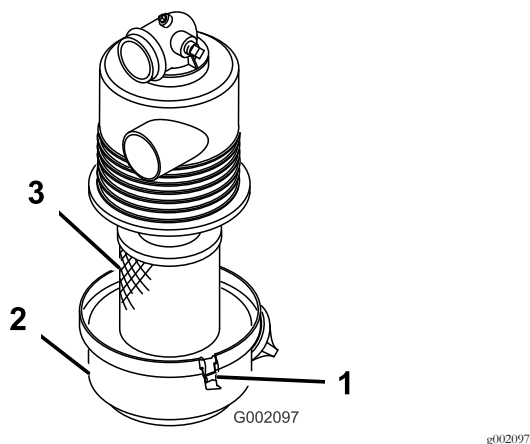

Рисунок 19
1. Проверьте корпус воздухоочистителя на отсутствие повреждений, которые могут вызвать утечку воздуха. Убедитесь в том, что крышка герметично установлена на корпусе воздухоочистителя (Рисунок 19).
2. Отпустите фиксаторы, крепящие крышку воздушного фильтра на его корпусе (Рисунок 19).
3. Отделите крышку от корпуса и очистите внутреннюю поверхность крышки воздушного фильтра (Рисунок 19).
3. Вставьте элемент в корпус воздушного фильтра (Рисунок 19).
4. Совместите крышку воздухоочистителя с его корпусом (Рисунок 19).
5. Закрепите крышку на корпусе фиксаторами (Рисунок 19).